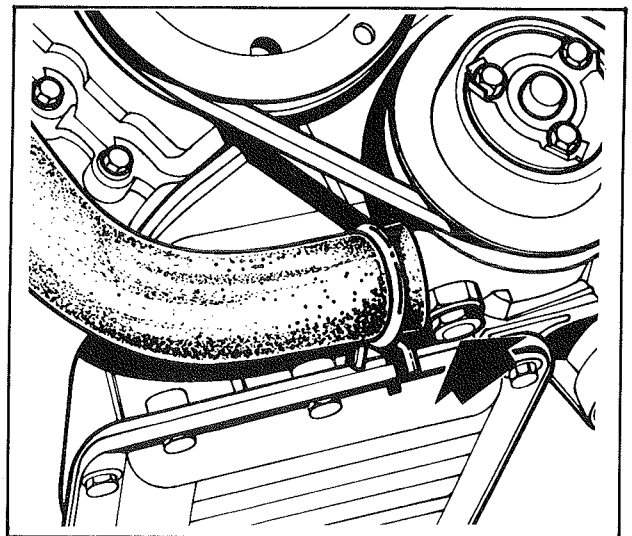

Fig. 2
- Vidanger le circuit de refroidissement par la vis de purge de pompe à eau (fig. 2).